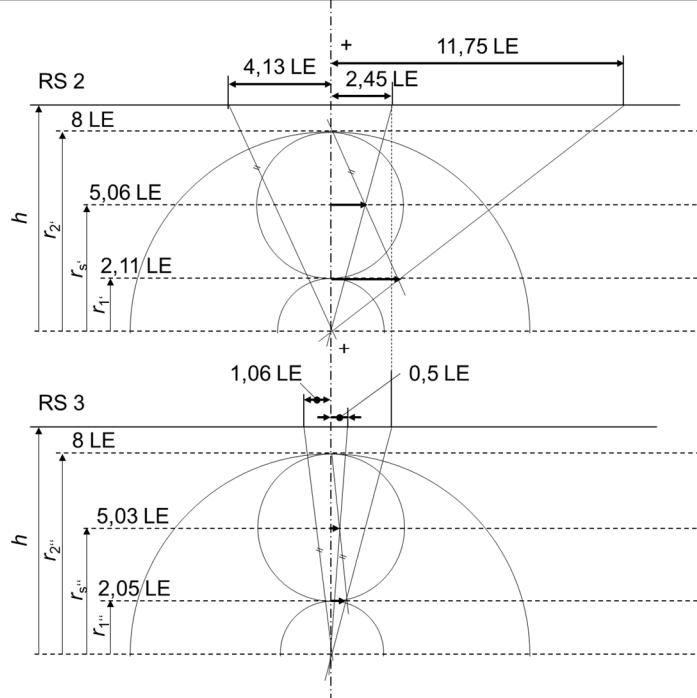

Abbildung 1.4: Geschwindigkeitsplan nach KUTZBACH
1.4 Untersuchen Sie die Drehzahlverhältnisse des zweiten und dritten Radsatzes mit Hilfe der in Abbildung 1.4 dargestellten Geschwindigkeitspläne nach KUTZBACH. (4 Punkte)